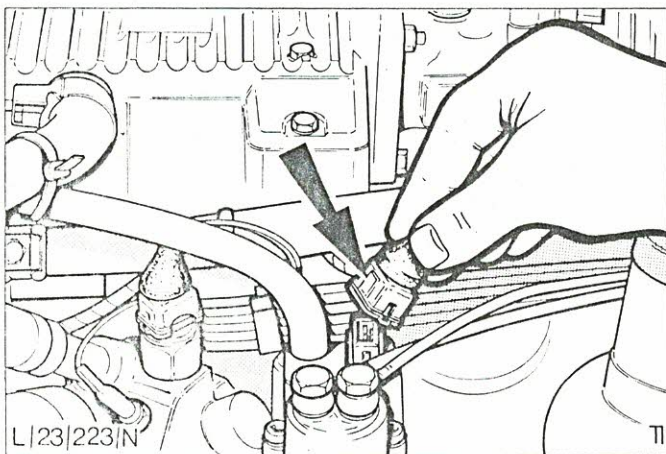

Abb.55 Stecker-Warmlaufregler anklemmen
- a) Warmlaufregler anschließen, Abb.55. Bei eingeschalteter Zündung erhitzt sich der Bimetallstreifen im Regler und erhöht den am Druckprüfgerät angezeigten Steuerdruck.
Wird jetzt die Unterdruckleitung am Regler, Abb.55, abmontiert, so sinkt der Druck auf den in Vorgang 11 erzielten Wert. Motor abstellen.